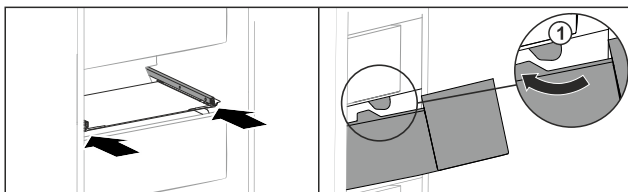

Fig. 156
- ▶ Прокарайте чекмеджето около ограничителите Fig. 156 (1).